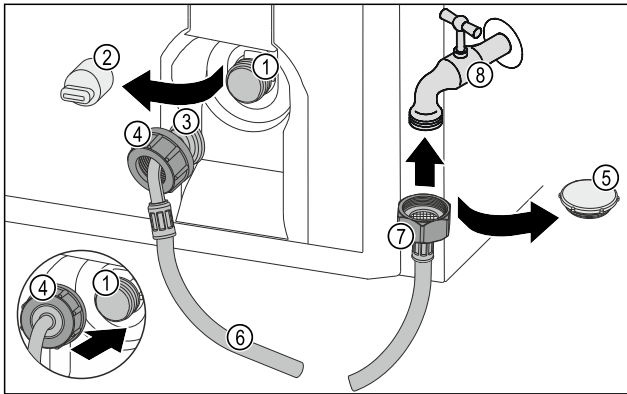

Fig. 13 Beispielhafte Darstellung
- ▶ Abdeckung Fig. 13 (2) abziehen.
- ▶ Mutter Fig. 13 (4) über abgewinkeltes Schlauchende Fig. 13 (3) bis zum Ende schieben und festhalten.
- ▶ Mutter Fig. 13 (4) vorsichtig auf das Magnetventil Fig. 13 (1) ansetzen und festhalten.
- ▶ Mutter Fig. 13 (4) mit der Hand gerade auf das Gewinde schrauben, bis ein sicherer und fester Sitz erreicht ist.
- ▶ Verschlusskappe Fig. 13 (5) entfernen.
- ▶ Gerades Schlauchende Fig. 13 (7) am Wasserhahn Fig. 13 (8) ansetzen.
- ▶ Mutter am geraden Schlauchende Fig. 13 (7) im Uhrzeigersinn festziehen.